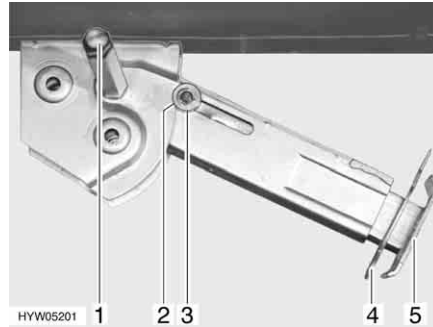

Fig. 51 Apoyo de elevación
- Colocar la llave de vaso en el hexágono (Fig. 51,1) y girarla hasta que el apoyo de elevación quede verticalmente hacia abajo.
- Extraer la clavija hendida (Fig. 51,4) de la prolongación del pie de apoyo (Fig. 51,5).
- Colocar la llave de vaso en el hexágono (Fig. 51,1) y girarla hasta que el apoyo de elevación esté de nuevo libre del suelo.
- Introducir totalmente la prolongación del pie de apoyo (Fig. 51,5) e introducir la clavija hendida (Fig. 51,4) en el orificio previsto para ello que hay en la prolongación del pie de apoyo.
- Girar con la llave de vaso en el hexágono (Fig. 51,1) hasta que el apoyo de elevación bascule hacia arriba y la arandela de guía (Fig. 51,3) esté totalmente introducida en la entalladura (Fig. 51,2).